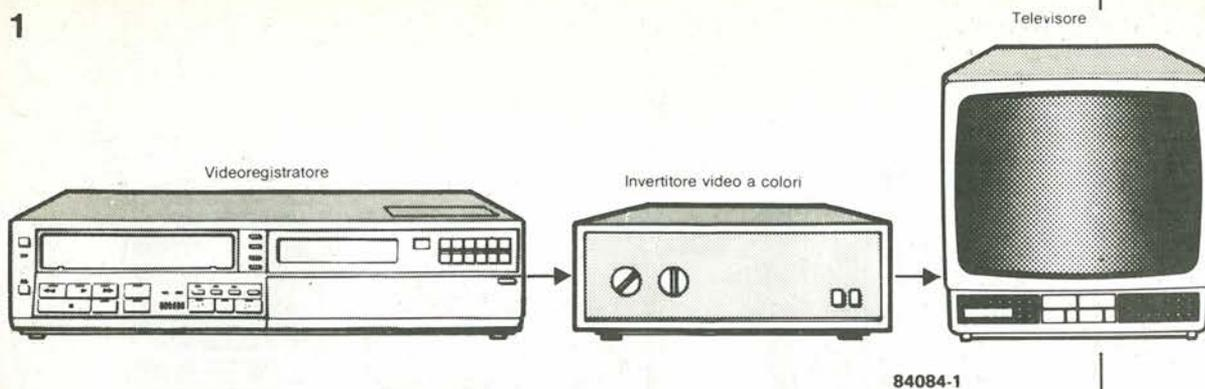

Figura 1. Se collegato tra un registratore video ed un televisore, l'invertitore può essere usato per ottenere effetti "curiosi" sullo schermo.
L'accordatura di uno strumento musicale viene effettuata alla frequenza fondamentale, cosicché se, per esempio, deve essere accordata una corda di un pianoforte, la sua frequenza fondamentale viene confrontata con la frequenza emessa dall'oscillatore di riferimento del diapason. Questo procedimento origina due problemi: (1) l'onda fondamentale deve essere estratta per filtrazione dal suono composito generato dalla corda del pianoforte e, (2), il comparatore di frequenza funziona esclusivamente con onde rettangolari, perciò la nota dovrà essere convenientemente convertita. Un tipico suono composito è illustrato nella parte alta della Figura 1; la metà inferiore di questa figura mostra gli impulsi rettangolari che risultano quando il suono viene applicato ad un circuito di trigger. La serie irregolare di
Figura 1. Il suono della musica consiste in una miscela della frequenza fondamentale con determinate armoniche, e la composizione di questa miscela differisce da uno strumento all'altro. Un circuito di trigger converte il segnale in una serie irregolare di impulsi rettangolari.
Un esempio di trasformatore di bilanciamento è illustrato in Figura 1: nella parte 1a, questo componente consiste in due spezzoni di cavo d'antenna a piattina, mentre in 1b vengono usati due spezzoni di cavo coassiale. In entrambi i casi, gli spezzoni di cavo sono lunghi un quarto della lunghezza d'onda, e sono collegati in parallelo ad una estremità ed in serie all'altra. Le due proprietà più importanti di un simile balun sono la trasformazione dell'impedenza e la trasformazione della
Figura 1. Qui è illustrato il principio del trasformatore di bilanciamento: (a) usando un cavo bilanciato e (b) usando un cavo coassiale.  $Z$  è l'impedenza caratteristica del cavo usato.
L'impiego dell'invertitore per la modifica delle immagini nella registrazione video è illustrato in Figura 1. Il vostro apparecchio preferito potrà per esempio, essere impiegato per funzionare come parte della vostra discoteca di casa. Tutto ciò che dovrete fare è di registrare qualche adatto concerto ed attivare l'invertitore durante la riproduzione di certi passaggi.